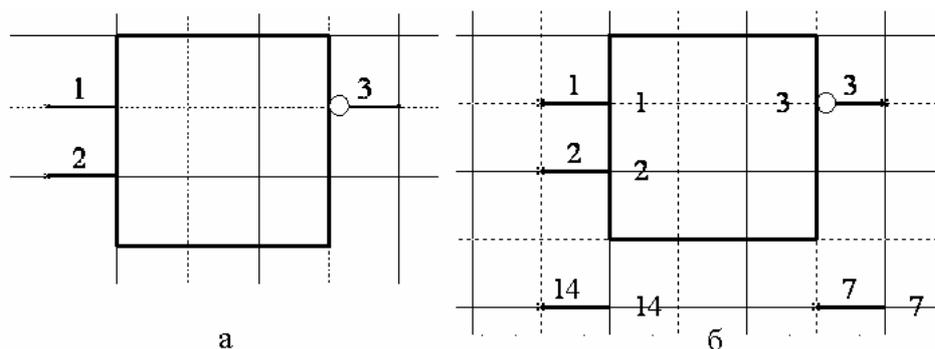

Рис. 3.8
Закрывать диалог настройки и зафиксировать первый вывод в главном окне графического редактора, как показано на рис. 3.8, а.
5. Повторить те же действия, установив при этом описание Supply_pin, цоколевочный номер вывода 14 и имя цепи питания VCC. Конечный результат показан на рис. 3.8, б.